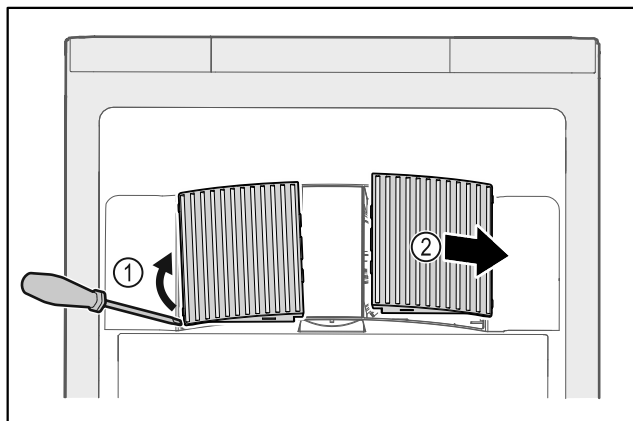

Fig. 145
- ▶ Ventilatorafdekkingen voorzichtig aan de zijkant eruit halen Fig. 145 (1) en naar de voorkant toe verwijderen Fig. 145 (2).